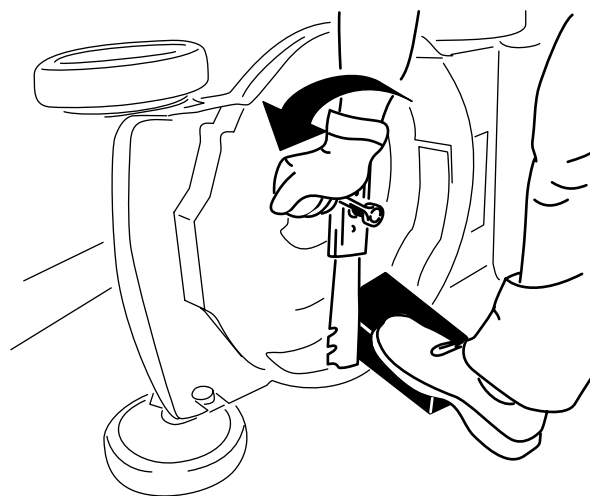

Figura 29
3. Usate un blocco di legno per tenere ferma la lama (Figura 29).
4. Togliete la lama e conservate la bulloneria di montaggio (Figura 29).